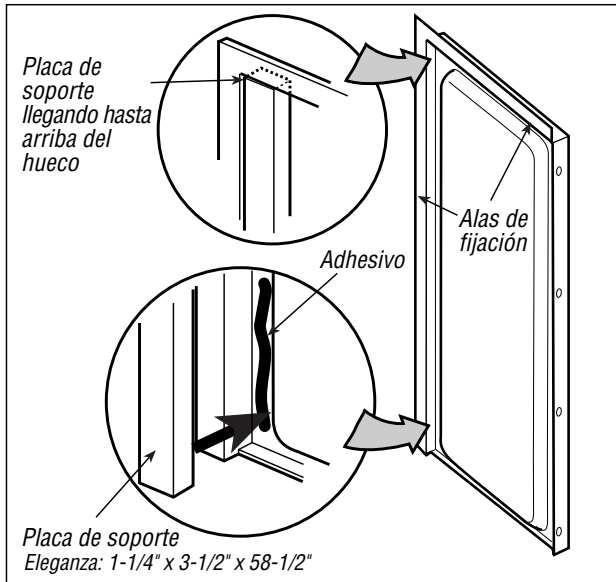

Figura 1
- 1** Si va a instalar una puerta de bañera, debe instalar una placa de soporte (vea el tamaño en la Figura 1) en la parte de atrás de las paredes de los costados. Coloque una capa de adhesivo en el interior de cada pared lateral y fije las placas (Figura 1) haciendo que lleguen hasta la parte de arriba del hueco.